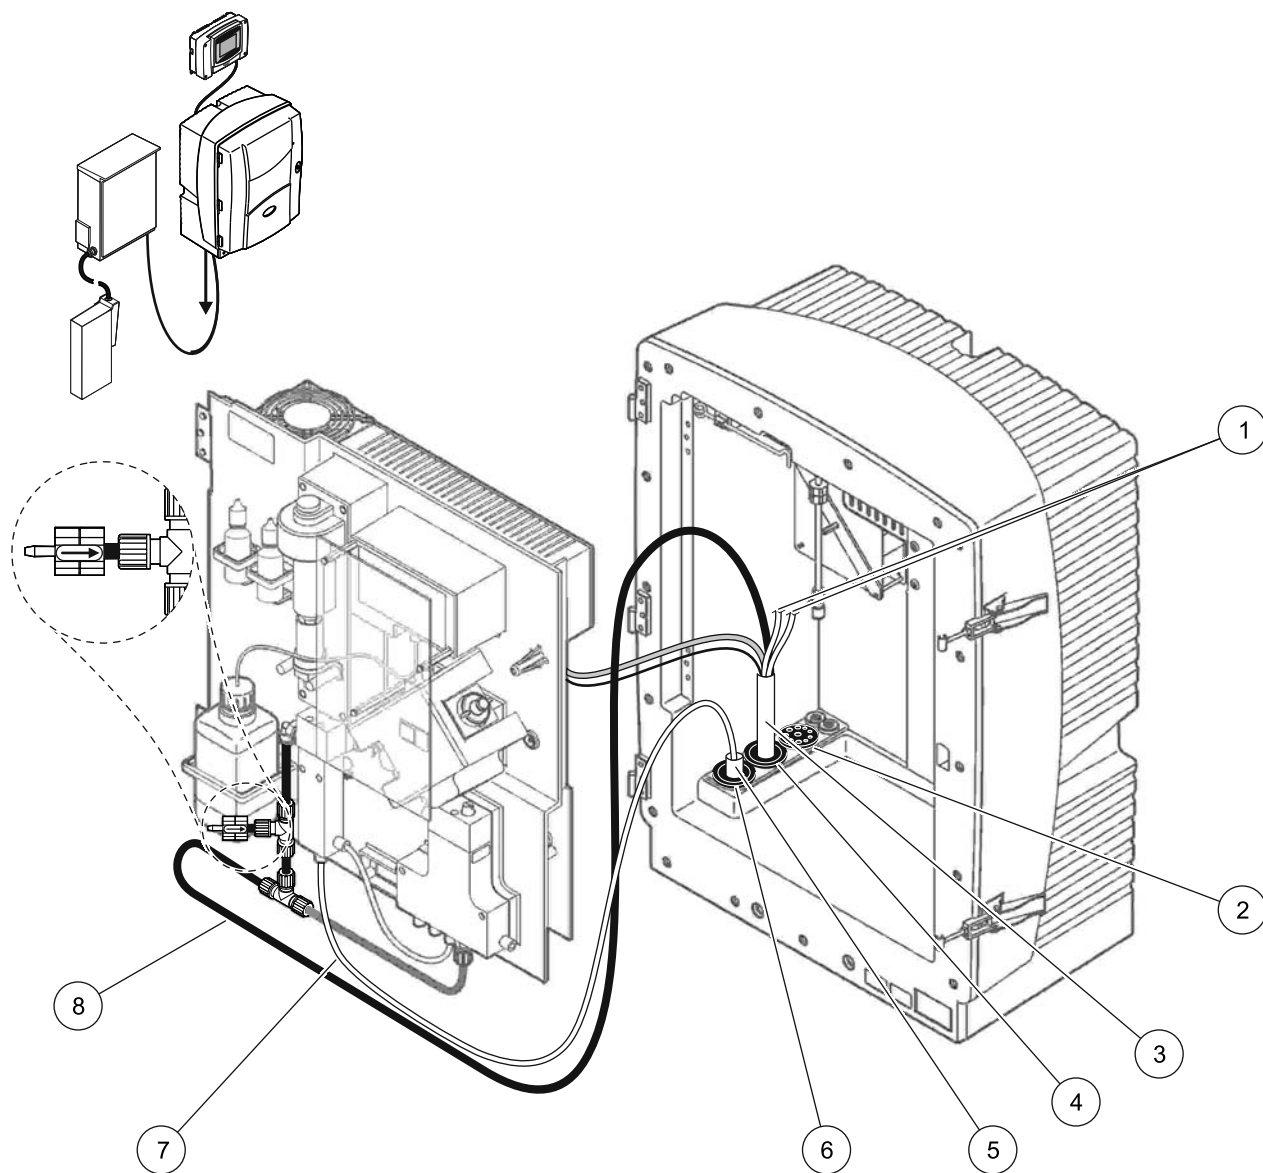

図 31 オプション 3 設定
87 ページの図 31 およびオプション 3 に関する以下の説明を参照してください：
2. 加熱ホースを FILTRAX から分析装置の開口部まで通します (**87 ページの図 31**、アイテム 5)。シール プラグ #1 を使って固定します。